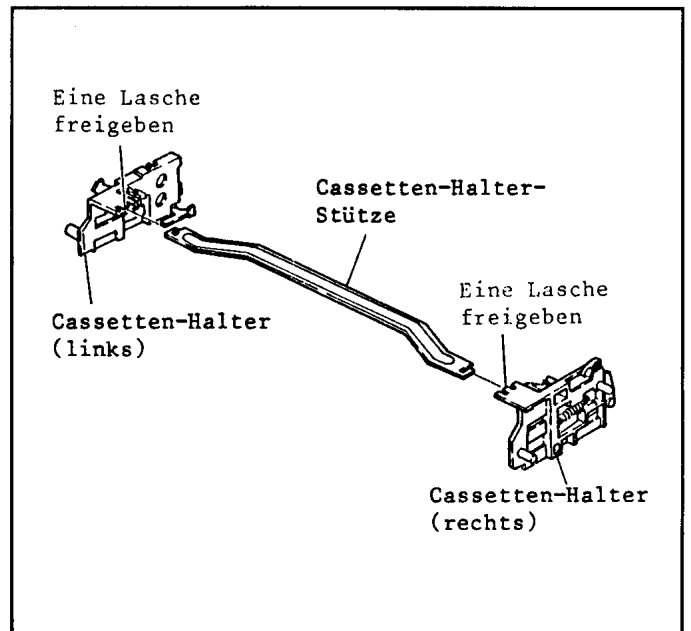

Abb. 5-8 Cassetten-Halter (links/rechts)
8. **Cassetten-Halter (links/rechts)** (Abb. 5-8)